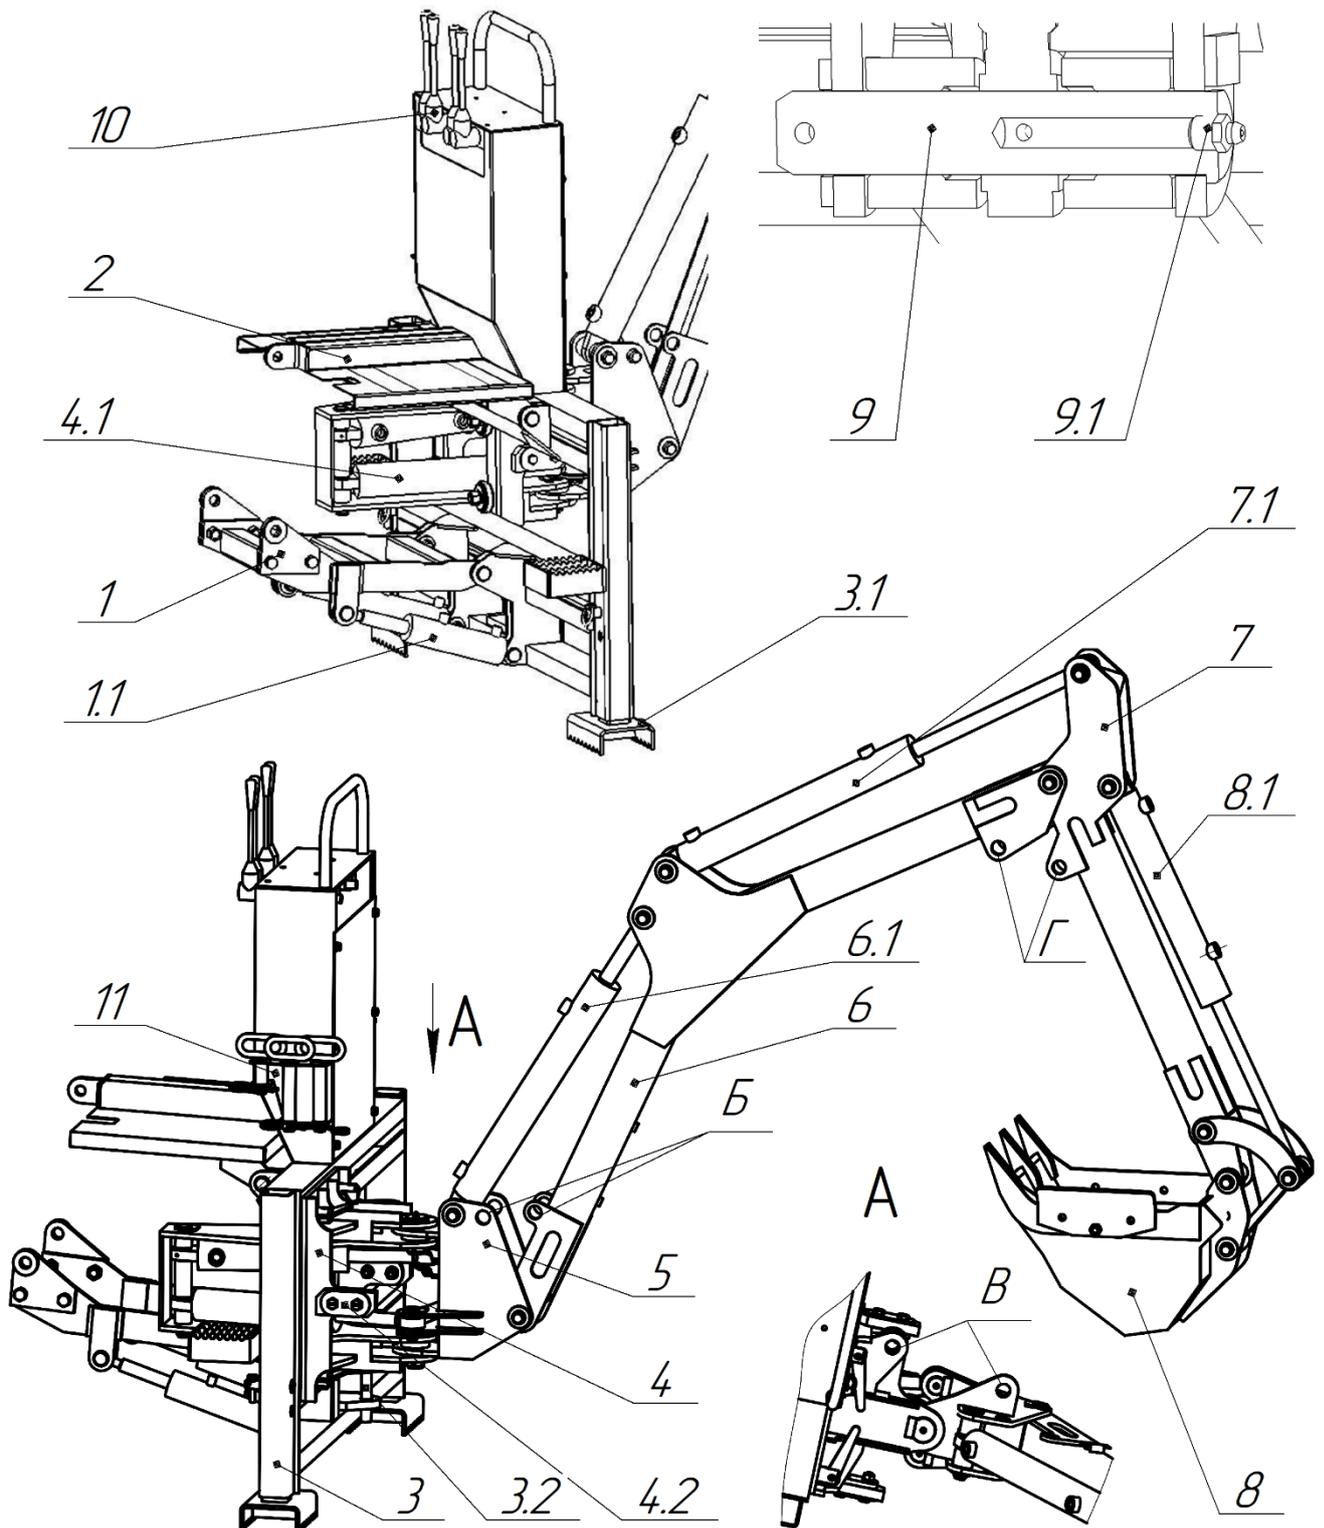

Рис.2
Основные составные части экскаватора (рис.2):
- снимите с нижнего рычага 1 (рис.2) проушины и установите их на ось нижних рычагов навески трактора;
- установите конец верхнего рычага с площадкой 2 (рис.2) на место верхней тяги навески, соедините штатным пальцем;
- удалите пальцы-фиксаторы транспортного положения из отверстий Б, В, Г (рис.2) стрелы, колонны поворотной и рукояти экскаватора;